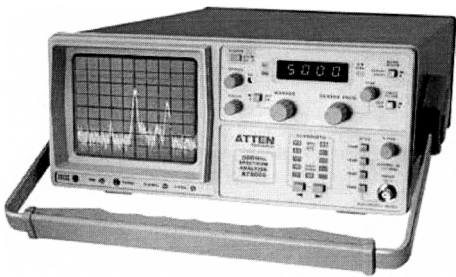

图 10-7 频谱仪外形
(1) 用频谱仪观察遥控器的射频波形 将频谱仪的接收天线靠近接收器，给防盗系统（或接收器）加电，在 200 ~ 400MHz 频段内应观察到波浪状（调容式）或倒“V”状（调感式）的频谱波形，如图 10-7 所示。如频谱仪屏幕上无任何反应，说明接收器电路有故障。
(2) 测量遥控器的静态及动态电流 正常情况下，遥控器的静态电流在微安级；发射状态（即动态）电流为 5 ~ 10mA，如果电流过大或过小，表明存在故障。
(3) 用示波器检查接收器信号